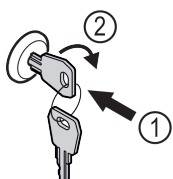

Fig. 126 Representación a modo de ejemplo
- Introducir la llave Fig. 126 (1).
- Girar la llave 90° en sentido horario Fig. 126 (2).